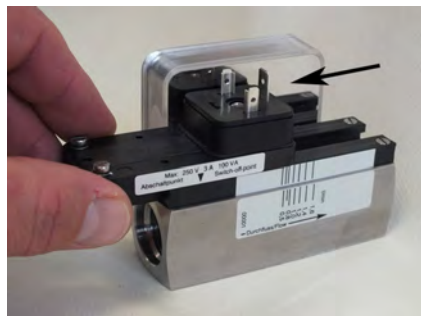

Abb. 71: Schaltkontakt aus Führung schieben
4. ▶ Den Schaltkontakt in Pfeilrichtung (Abb. 71) aus den Führungsleisten schieben